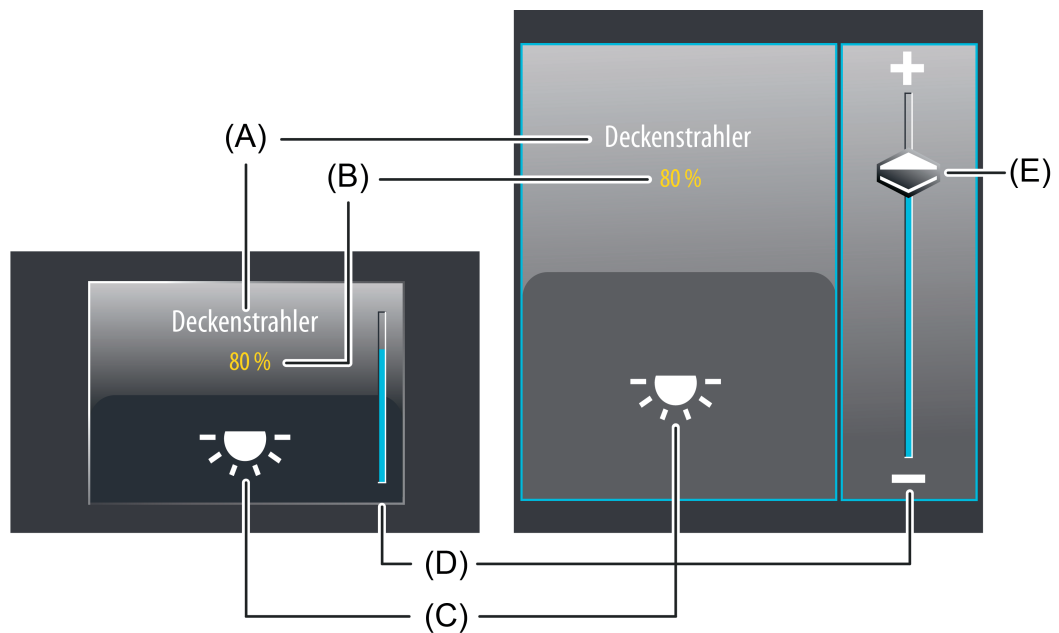

Bild 34: Beispiel für Bedien- und Anzeigeelement der Funktion "Wertgeber Verstellfunktion" mit einem Datenformat "1 Byte 5.001...5.004"
Bei der Auswahlbedienung steht neben den Sensorflächen + oder - zur diskreten Wertvorgabe ein Slider (E) zur Verfügung (Bild 34). Über den Slider ist es möglich, grafisch unterstützt direkt Werte vorzugeben. Dazu kann der Slider durch Fingerdruck gesetzt oder kontinuierlich gezogen werden. Zum Setzen des Sliders muss der Sliderbereich an der gewünschten Wertstufe mit dem Finger berührt werden. Der Slider springt dann unmittelbar an die gewünschte Stelle. Zeitgleich sendet das Gerät den auf diese Weise vorgegebenen Wert als Vorgabe auf den Bus aus.
Der Anzeigebereich enthält verschiedene Darstellungselemente (Bild 34), die durch Parameter beeinflusst werden. Jeder KNX Funktion kann in der Konfigurationssoftware eine Bezeichnung vergeben werden (A). Diese Text-Bezeichnung wird im Anzeigeelement zentriert zur Anzeige gebracht, wodurch steuerbare KNX Funktionen für den Anwender kenntlich gemacht werden (z. B. "Deckenstrahler", "Außenhelligkeit"). Zusätzlich kann unterhalb der Bezeichnung ein Statuswert (B) eingeblendet werden, der entweder abhängig vom Objektwert der Wert-Rückmeldung eines Aktors oder alternativ direkt abhängig von der Wertvorgabe des Bedienelementes Werte im Klartext anzeigt (z. B. "0...255", "0...100%", "0...65535Lux"). Das Datenformat dieser Statuswert-Anzeige wird durch den in der Konfigurationssoftware eingestellten Datentyp und durch das parametrisierte Anzeigeformat bestimmt. Solange nach einem Gerätereset noch kein Rückmeldungs-Objektwert empfangen oder noch kein Wert vorgegeben wurde, zeigt der Statuswert "---" (ergänzt um die Einheit) an.